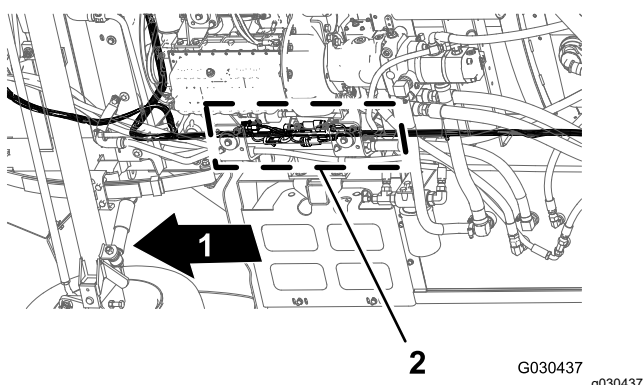

Figura 86
1. Desde debajo de la máquina, en el tubo derecho del bastidor, localice los conectores eléctricos de los arneses de cables delantero y trasero de la máquina (Figura 86).